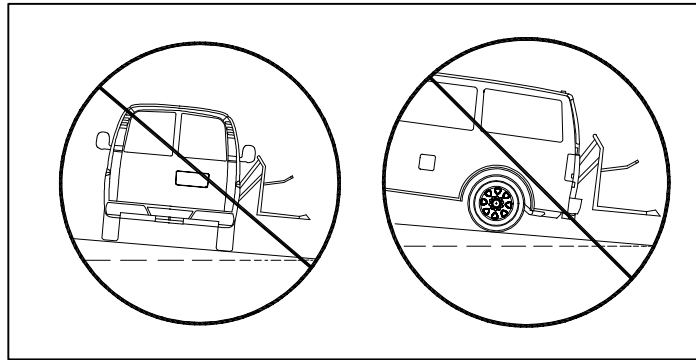

ABBILDUNG 1: GEFÄHRLICHE NEIGUNG DES FAHRZEUGS
- Siehe **Abbildung 1**. Es ist gefährlich, die Hebebühne zu benutzen, wenn das Fahrzeug auf einer Schräge geparkt ist. Das Fahrzeug muss zum Betrieb der Hebebühne auf ebenem Gelände geparkt werden.